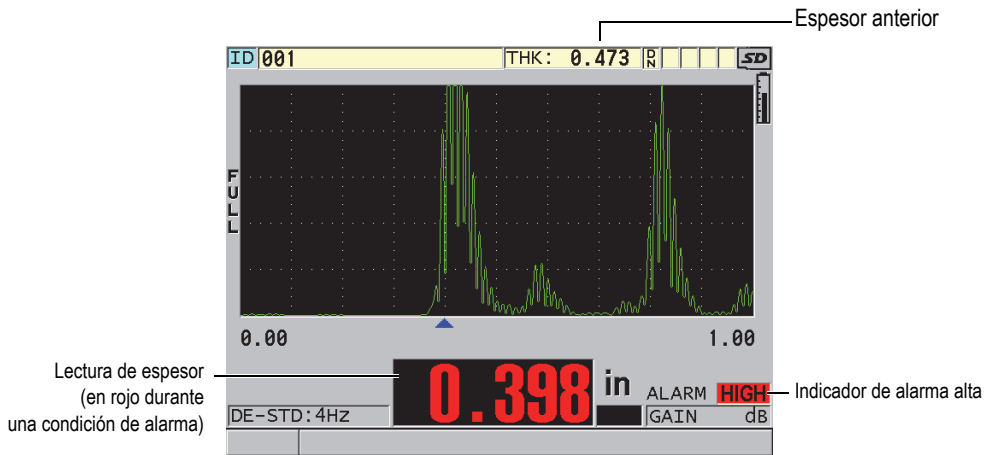

Figura 8-4 Ejemplo del indicador de alarma ALTA
- El indicador de alarma **ALTA** (HIGH) o **BAJA** (LOW) parpadea sobre un fondo rojo en la esquina inferior derecha de la pantalla de medición (ver Figura 8-4 en la página 145).